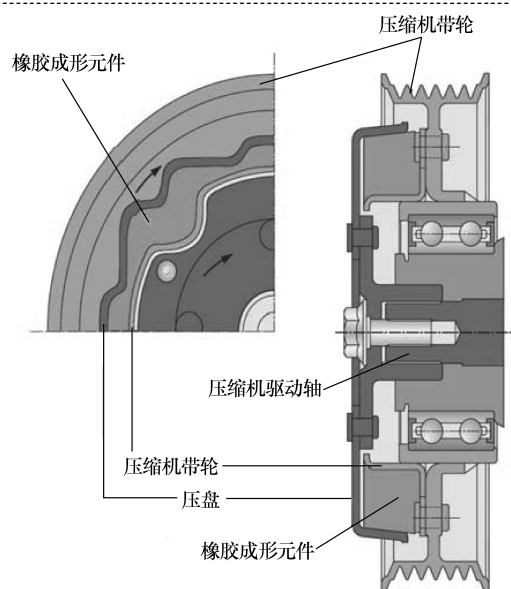

图 6-7 压缩机正常工作时
1) 压缩机正常工作：如图 6-7 所示，压缩机有效工作时，多楔带带轮与驱动盘之间有一个与二者紧密相连的成形橡胶件。当压缩机运转时，两个盘片以相同速率旋转。